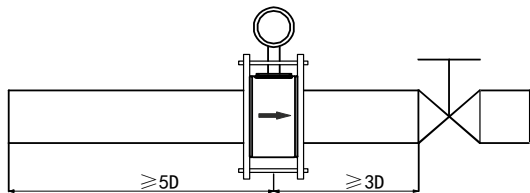
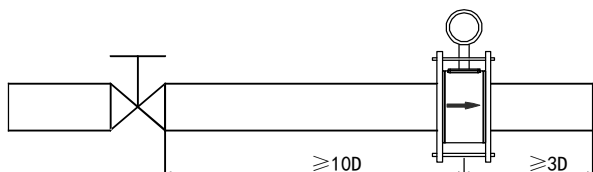

图 2
图 3
(1) 位置
(2) 避免磁场干扰
(3) 直管段长度
- 为确保流量计的测量精度，建议应保证传感器上游直管段长度至少应为 5 倍管径(5D)，下游直管段长度至少应为 3 倍管径(3D)。(参见图 2、图 3)
(4) 维修空间
(5) 对工艺上不允许流量中断的管道